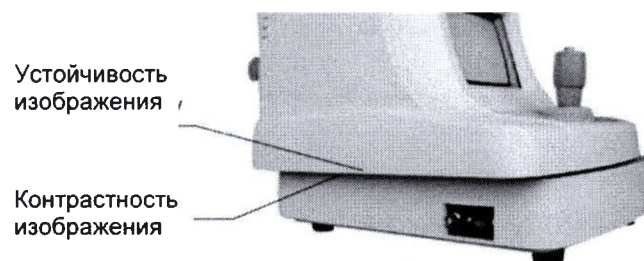

Рисунок 15
2.12.1 Слева внизу на подвижной части авторефкератометра предусмотрены две рукоятки, которые предназначены для регулировки контрастности дисплея и устойчивости изображения (рисунок 15).